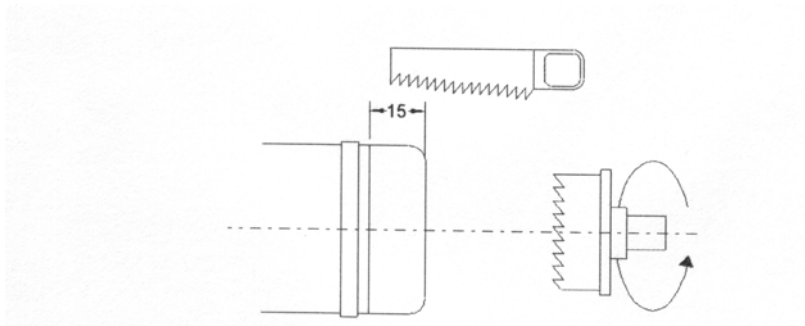

Рис.4: Подготовка присоединения штуцеров резервуара.
Согласно EN 12050-1 вентиляционный трубопровод подсоединяется через один из двух комбинированных штуцеров DN 40/ DN 70 на крышке резервуара через прилагаемый соединительный элемент Konfix. Отверстие соединительного штуцера выполняется отпиливанием торца штуцера (рис. 4). Удалите заусенцы и остатки материала.
Мы рекомендуем установить ручной мембранный насос (принадлежность) для аварийного опорожнения резервуара. Для этого имеются на выбор четыре соединительных штуцера $\varnothing 50$ рядом с днищем. Соединение выполняется через прилагаемый шланг DN 50. Отверстие соединительного штуцера выполняется отпиливанием торца штуцера, либо – с помощью подходящего кругового резака (рис.4). Удалите заусенцы и остатки материала. Тщательно выполните соединения прилагаемым шлангом и хомутами.
Подводящий трубопровод DN 40 может быть присоединен ко второму из двух комбинированных штуцеров DN 40/ DN 70 на крышке резервуара. Отверстие соединительного штуцера выполняется отпиливанием торца штуцера, либо – с помощью подходящего кругового резака (рис.4). Удалите заусенцы и остатки материала. Тщательно выполните соединения прилагаемым шлангом и хомутами, либо с помощью соединительного элемента Konfix.
- Насос (рис.4) необходимо выбрать так, чтобы исключить возможность наводнения подвала. Размеры приямка минимум 500x500x500 мм.